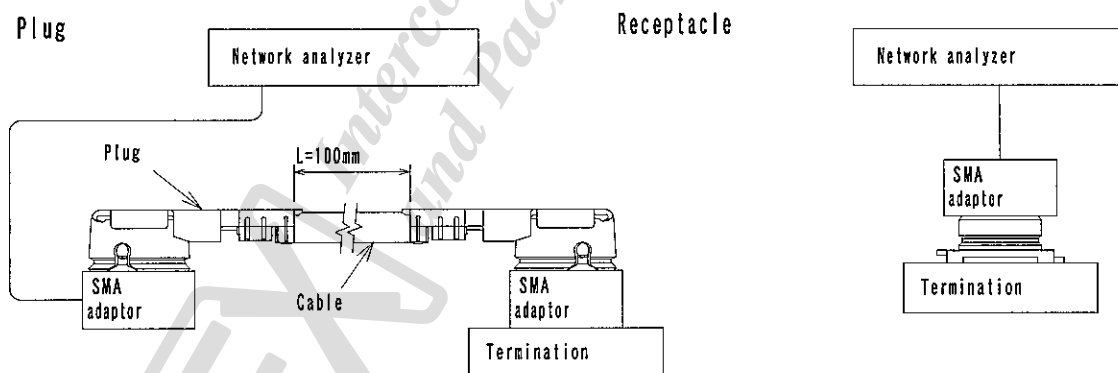

Fig. 2
(3) Dielectric withstanding voltage / 耐電圧
(4) VSWR
A. Testing : Measure the VSWR as shown in Fig.2 by the network analyzer.
A. 試験法: ネットワークアナライザにて Fig.2 のようにVSWRを測定する。